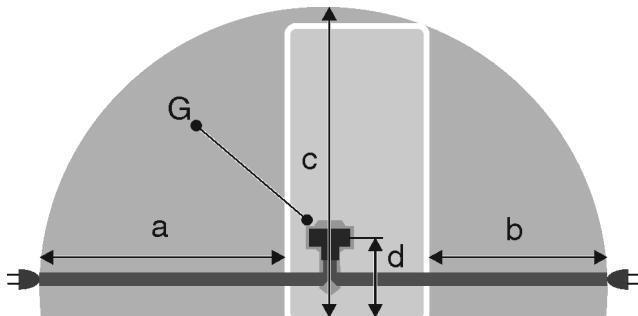

Fig. 55 Комбинация из холодильных и морозильных агрегатов / морозильные агрегаты / полноразмерные устройства BioFresh\*
- Розетка находится не за устройством, а в зонах a или b Fig. 55 (a, b, c).
- Штекер устройства Fig. 55 (G) подсоедините с задней стороны устройства. Следите за правильной фиксацией.